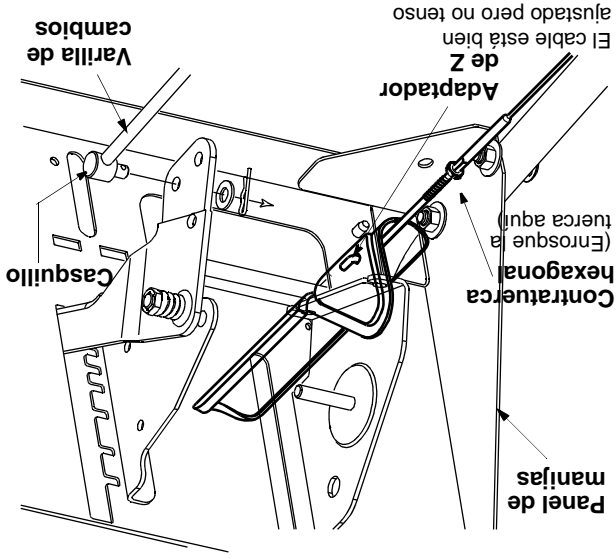

Figura 21
- Con el embrague de tracción enganchado, la rueda de fricción debe tocar la plancha del propulsor (ilustrado en la figura 21).
- Extraiga el broche del cable y la arandela plana del casquillo debajo del panel de cambios. Extraiga el casquillo del orificio de la palanca de cambios. Vea la figura 21.
- Coloque la palanca de cambios del panel del mango en la sexta (6) posición (todo hacia adelante). Presione hacia abajo sobre la vara de cambios (y conjunto del brazo de cambios) tan lejos como sea posible. Mantenga en esta posición.
- Enrosque el casquillo hacia arriba o hacia abajo de la vara de cambios según sea necesario hasta que el casquillo se alinee con el orificio superior de la palanca de cambios. Vea la figura 21.